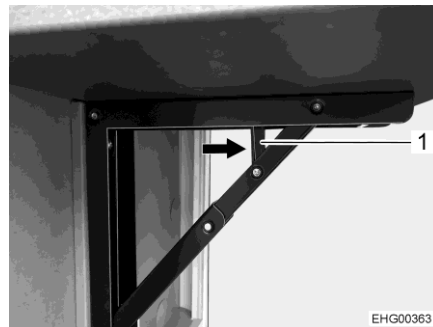

Bild 42 Frigöring
- Tryck frigöringen (Bild 42,1) i pilens riktning.